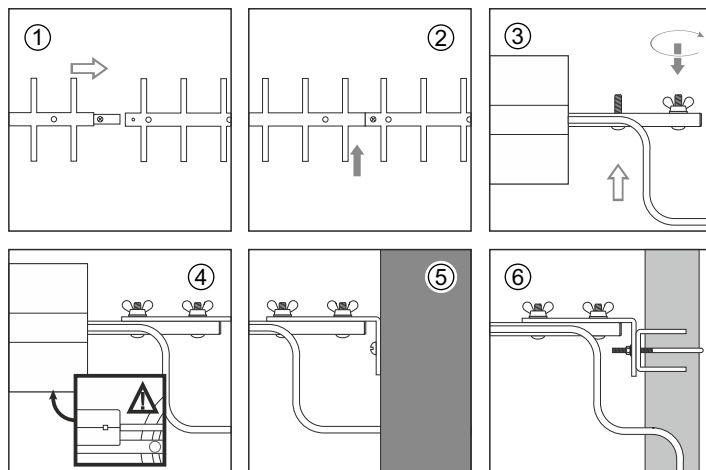

Рисунок 2. Сборка и монтаж «Рысь 4G»
- Соедините три части траверсы антенны, для этого состыкуйте их между собой (см. рис.2 позиция 1) и зафиксируйте в собранном виде винтами-саморезами (см. рис.2 позиция 2). В некоторых комплектациях необходимо предварительно вывернуть их из посадочных мест.
- Установите на траверсу антенны винты крепления на кронштейн и протяните их с помощью гаек-барашков (см. рис.2 позиция 3). При этом винт надежно фиксируется в траверсе. В некоторых случаях этого не происходит - тогда при монтаже придерживайте винт рукой.